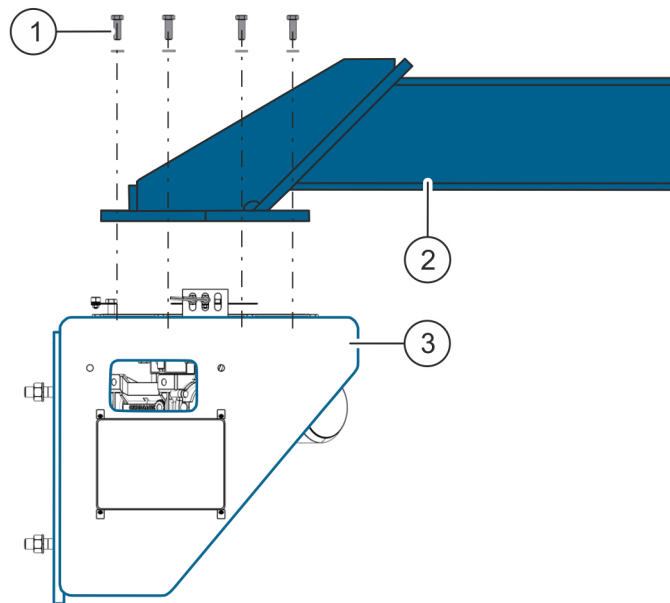

Abb. 13: Ausleger montieren
- 7.** ➤ Ausleger (Abb. 13/2) mit 8 Schrauben und Muttern (Abb. 13/1) an der Schwenkarmbasis (Abb. 13/3) montieren.